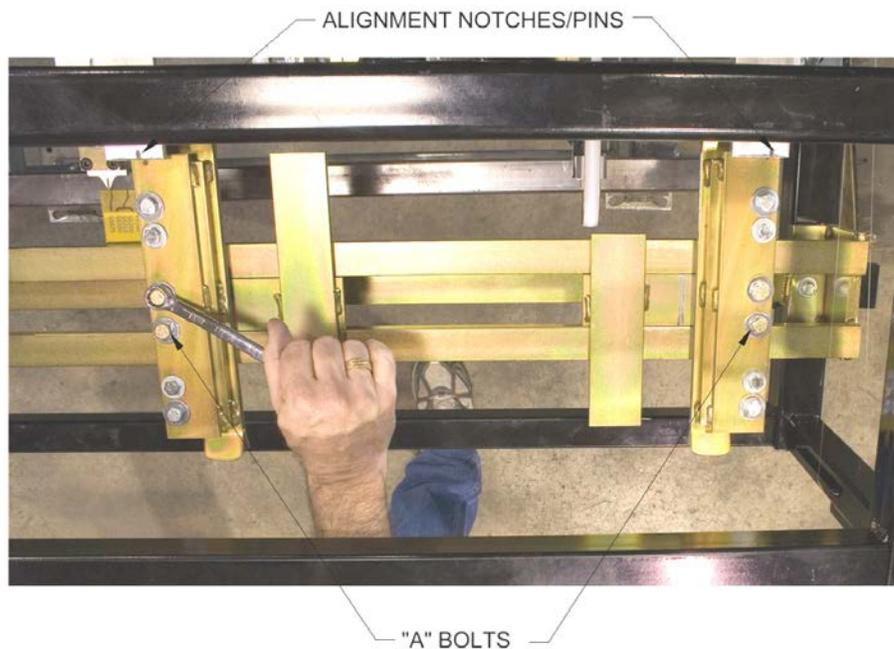

Ilustración 33: Guía de ingreso para tonillos “A”
1. Afloje los dos pernos “A” en la guía de ingreso izquierda (Ilustración 33). Deslice la guía de ingreso hacia la izquierda para aceptar la nueva anchura de bobina.